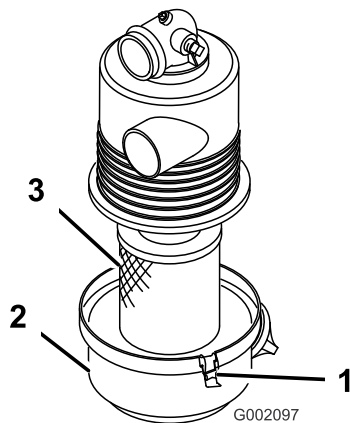

Figura 12
1. Inspeccione la carcasa del limpiador de aire por si hubiera daños, que podrían causar una fuga de aire. Asegúrese de que la tapa se encuentra sellada alrededor de la carcasa del limpiador de aire (Figura 12).
2. Abra los enganches que sujetan la tapa del filtro de aire a la carcasa del filtro de aire (Figura 12).
3. Separe la tapa del filtro de aire de la carcasa del filtro de aire, y limpie el interior de la tapa (Figura 12).
3. Instale el elemento del filtro de aire en la carcasa del filtro de aire (Figura 12).
4. Alinee la tapa del limpiador de aire con la carcasa del limpiador de aire (Figura 12).
5. Sujete la tapa a la carcasa con los enganches (Figura 12).